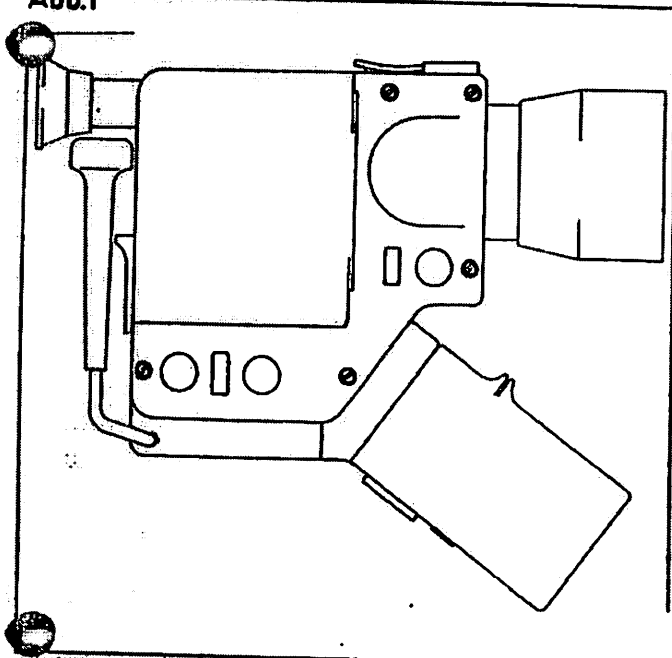

Abb.3
- Fünf Schrauben lösen und Rückwand abnehmen (Abb. 3)